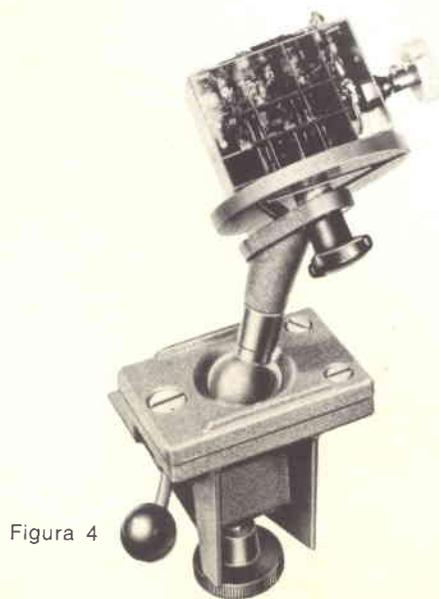

Figura 4
**Figura 4** illustra la combinazione Spannfix con il plateau regolabile.